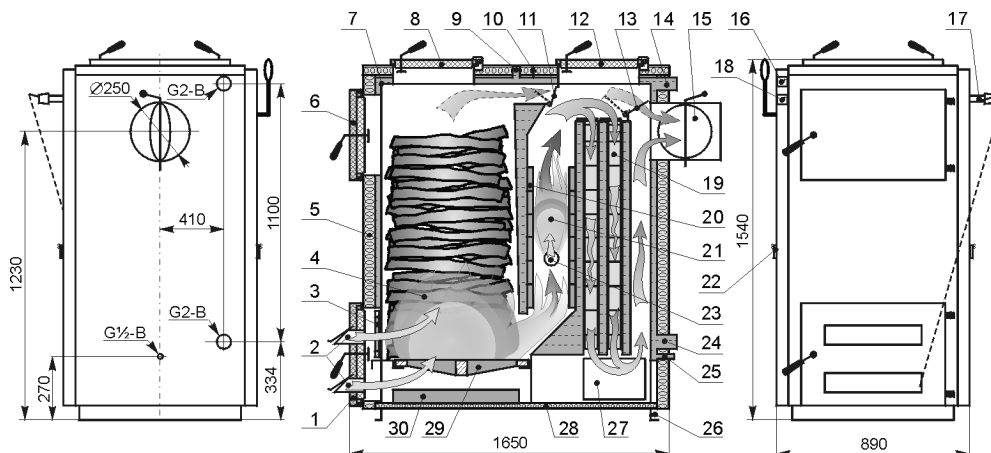

Рис.1.
5.2. Топка котла (рис.1)
Котел комплектуется регулятором тяги шведской фирмы ESBE (далее регулятор) C20/25 с защитой от перегрева котла. Регулятор вкручивается, уплотняя пучком пакли или герметизирующей лентой. Цепочка соединяется с заслонкой для подачи воздуха (п.1) (см. рис.1).